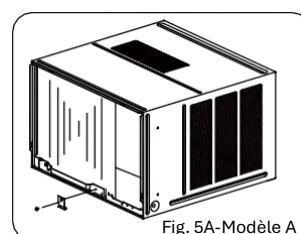

Fig. 5A-Modèle A
1. Retirer une vis fixant le support de fixation du châssis, puis démontez le support de fixation du châssis comme illustré à la figure 5A.